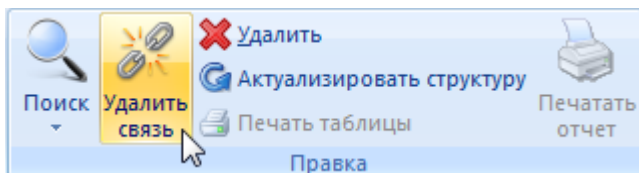

Рис. 13-217 – Кнопка «Удалить связь» панели «Правка»
- 3) Нажать кнопку «Удалить связь» панели «Правка» (рис. 13-217).